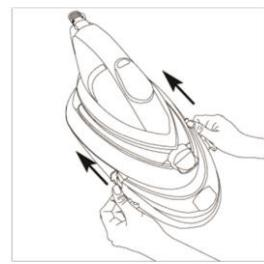

Рисунок 11
3. Установіть резервуар для води на місце та переконайтесь, що його міцно закріплено (рис. 11).